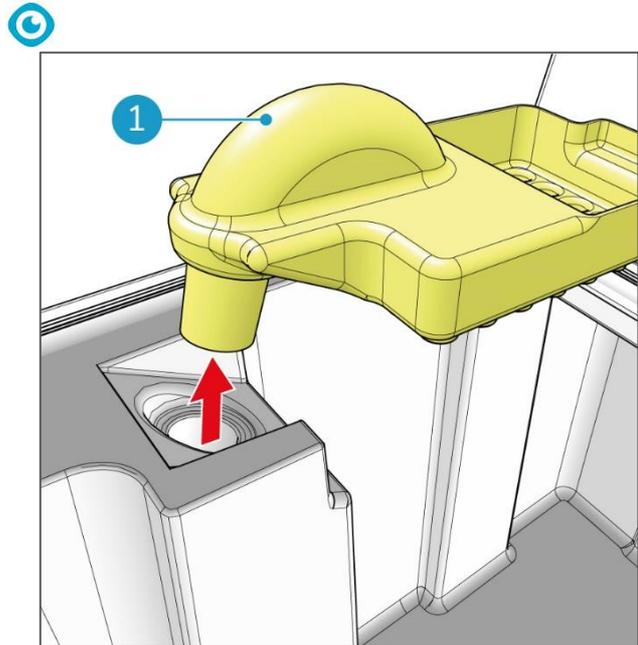

Figure 66
8. Retirez l'entrée d'eau de récupération (Figure 66, pos. 1).